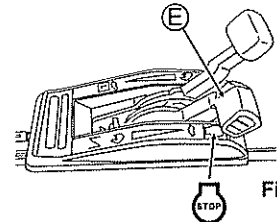

Fig. 13.
- 2 Placez la Manette des gaz (E) sur "STOP". (Voir Fig. 13.)